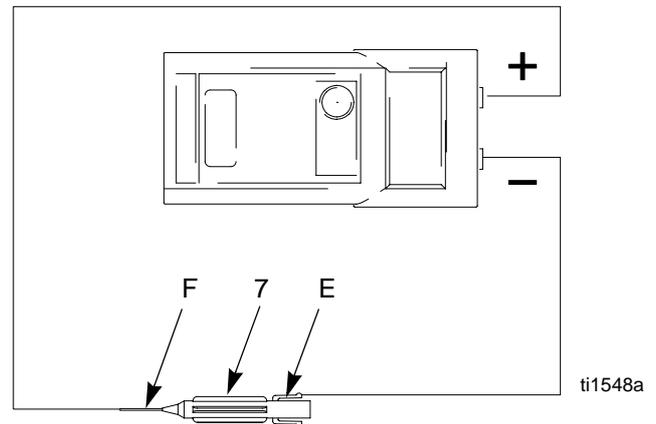

Fig. 18. Electrodo
4. Retire el electrodo (7), en la página 35. Mida la resistencia entre el contacto (E) y el cable del electrodo (F). La resistencia debería ser 20–30 megaohmios. Si estuviera fuera de los límites, reemplace el electrodo. Vea Fig. 18.